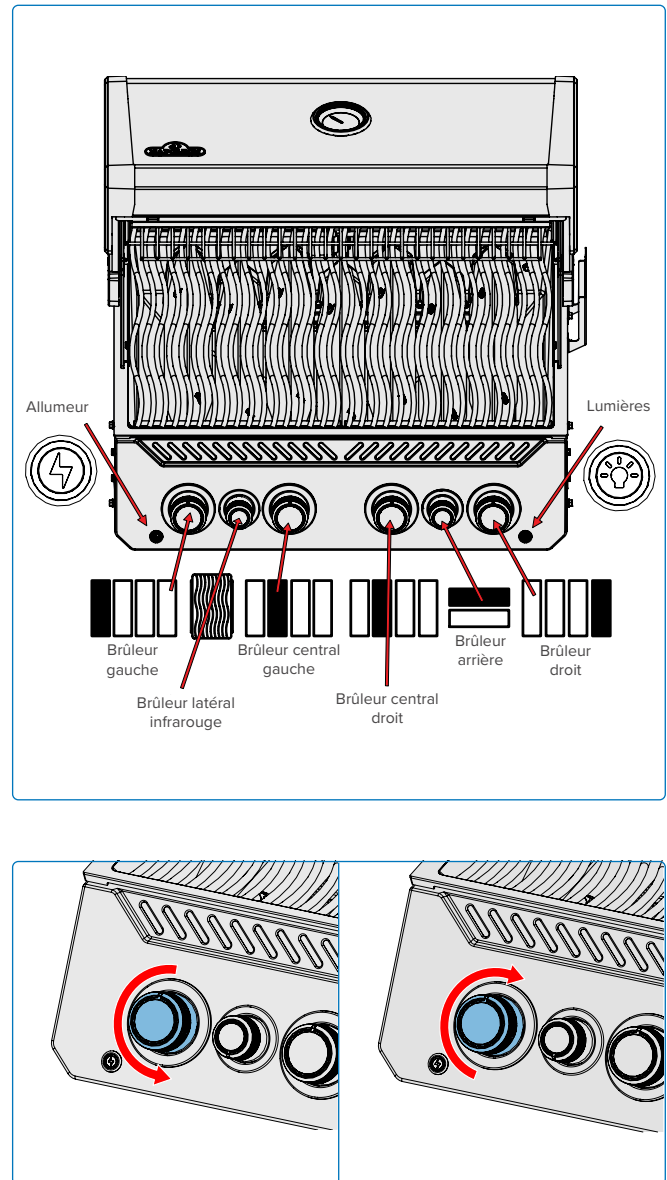

Fig. 6
4. Si le voyant et le brûleur ne s'allument pas en 5 secondes - tournez immédiatement le bouton de commande dans le sens des aiguilles d'une montre jusqu'à la position ARRÊT. Attendez 5 minutes que le gaz se dissipe. Répétez les étapes 2 et 3, ou allumez avec un match. **(Fig. 6).**
5. Si le brûleur ne s'allume pas - tournez le bouton de commande du brûleur dans le sens des aiguilles d'une montre jusqu'à la position ARRÊT. Attendez 5 minutes. Répétez les étapes 3 et 4. **(Fig. 6).**